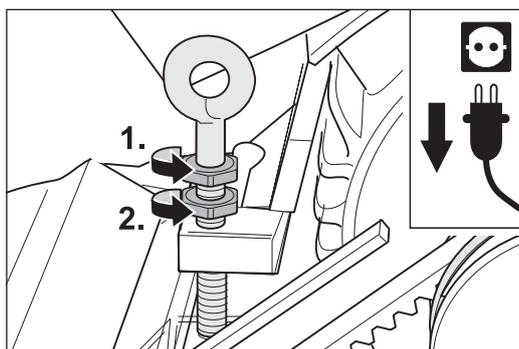

Abb. 85 Die beiden Muttern an der Ringschraube lösen und nach oben drehen.
- 3** Lösen Sie die beiden Muttern an der Ringschraube des Motors (Abb. 85) und drehen Sie die Muttern nach oben.